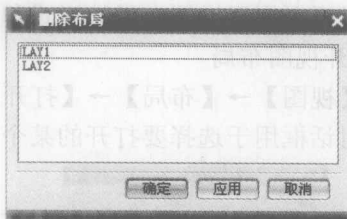

图 1-5 “删除布局”对话框
- 选择【视图】→【布局】→【删除】下拉菜单，当存在用户删除的布局时，弹出如图 1-5 所示的“删除布局”对话框，该对话框用于从列表框中选择要删除的视图布局后，系统就会删除该视图布局。